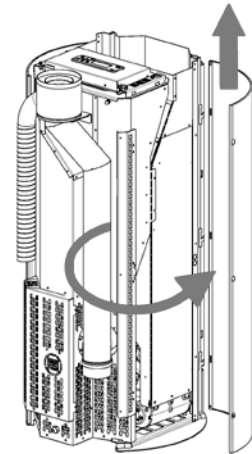

Fig. 74 - Rimozione fianco
- Aprire il fianco e sganciarlo dai dentini (vedi **Fig. 74**).